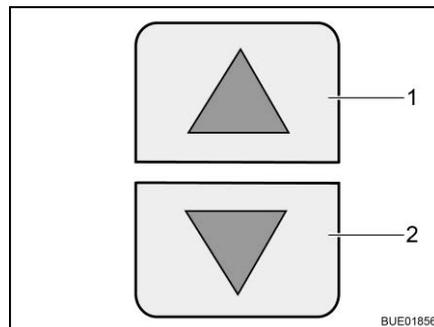

Fig. 122 Touches fléchées sur l'unité de commande
- Appuyer simultanément sur les touches fléchées (Fig. 122,1 et 2) sur l'unité de commande et les maintenir pressées jusqu'à ce que le lit escamotable soit descendu.
- Appuyer sur la touche fléchée (Fig. 122,2) sur l'unité de commande et la maintenir pressée jusqu'à ce que le lit escamotable ait atteint sa position finale inférieure.
- Appuyer sur la touche fléchée (Fig. 122,1) sur l'unité de commande et la maintenir pressée jusqu'à ce que le lit escamotable ait atteint sa position finale supérieure.
S'il n'est plus possible de déplacer le lit escamotable avec les touches fléchées (Fig. 122), contrôler d'abord le fusible du circuit 5 sur le bloc électrique EBL 220 (voir paragraphe 9.10.1). Si le lit escamotable ne bouge pas bien que le fusible soit intact, il faudra passer à la commande manuelle. Procéder de la manière suivante :